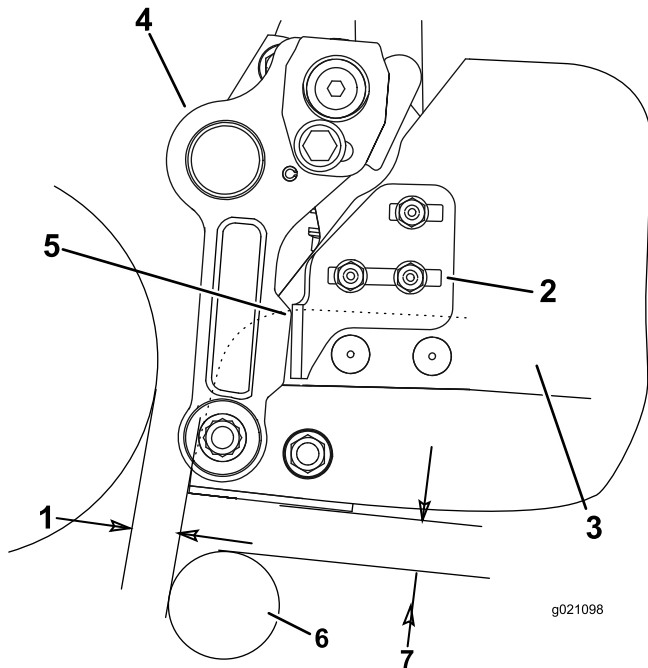

Figura 12
- Em cada lado do cesto, desaperte as porcas dos parafusos de carroçaria que prendem os suportes do batente do cesto ao cesto (**Figura 12**).
- Coloque o cesto de forma que fique paralelo à unidade de corte com uma folga mínima de 6 mm entre a borda do cesto e o cilindro (**Figura 12**).